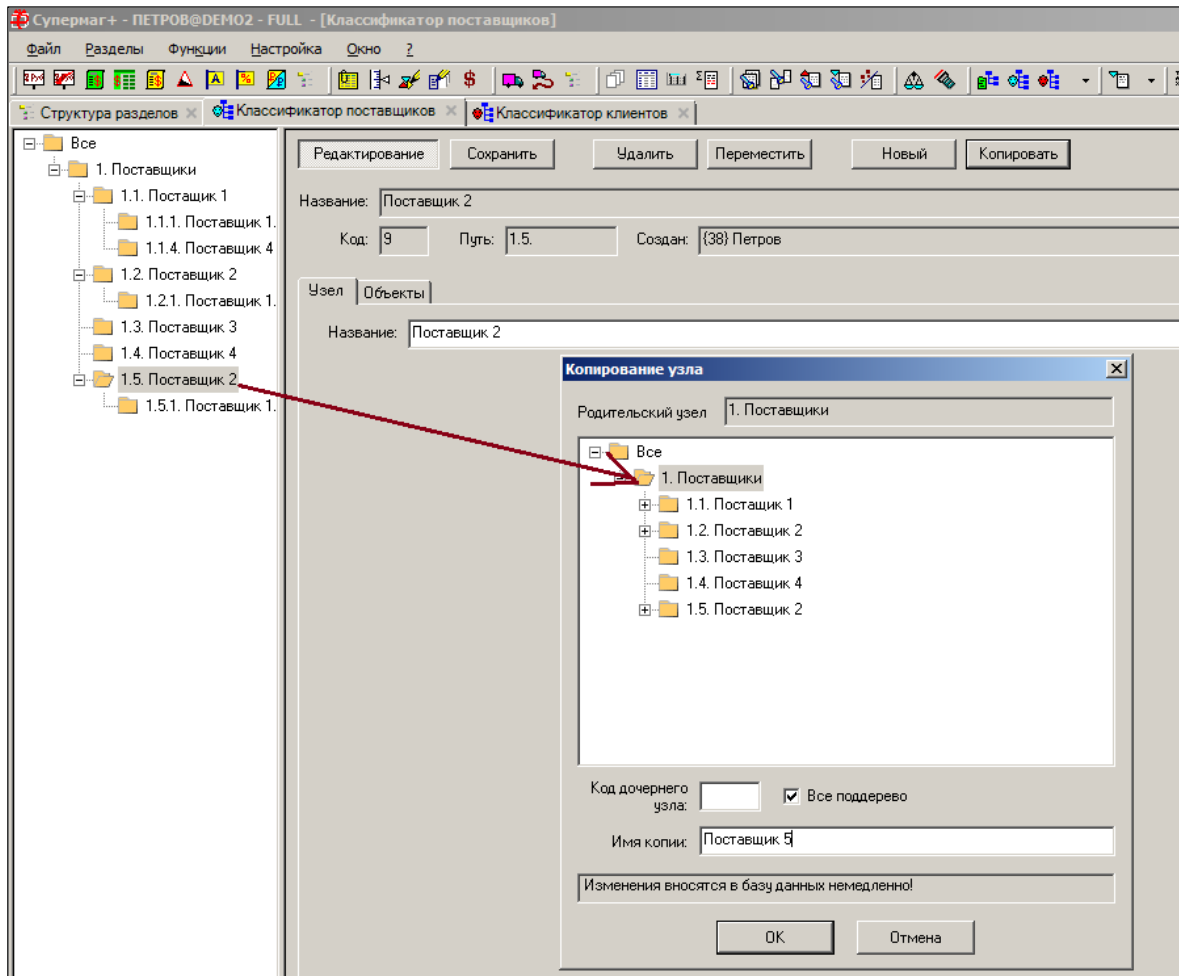

Рисунок 3 – Создание нового узла с помощью копирования
- Для копирования узла необходимо выбрать копируемый узел в правой части окна. В открывшемся окне при нажатии кнопки Копировать выбрать родительский узел, в который будет копироваться дочерний (Рисунок 3):